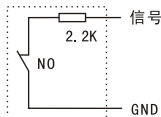
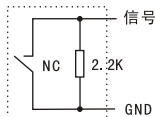
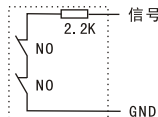
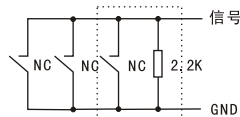

图 1
图 2
图 3
图 4
1. 分机报警探头连接：在报警探头中有些是开路报警NO式（无报警时控制触点常闭，报警时控制触点断开），有些是短路报警NC式（无报警时控制触点常开，报警时控制触点接通），当探头报警方式为NO式时，应在探头触点间串联一2.2K电阻(如图1)；当探头报警方式为NC时，应在探头触点间接一2.2K电阻（如图2）。连接电阻时应将电阻连在靠近探头触点端，这样可使分机探头在遭到强行拆卸时能正常发出警报声。每组探头端口可接多个相同的探头监测多个地点，方法是：NO式探头报警触点串联连接（如图3）；NC式探头报警触点并联连接（如图4）。在连接中相同的一组探头无论连接多少，只需其中一个增加有电阻即可。